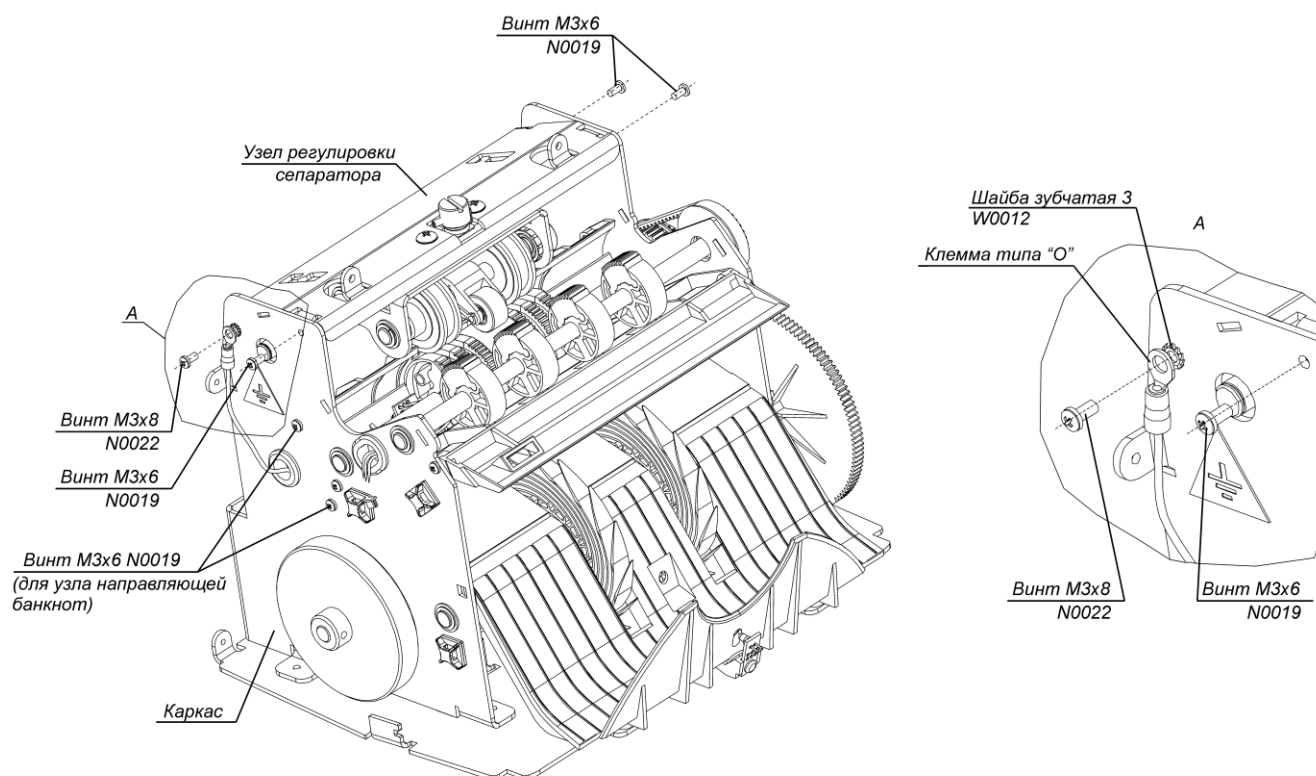

Рис. 9
3. Вывинтите три винта М3х6 N0019 и винт М3х8 N0022, прижимающие узел регулировки сепаратора к каркасу, и извлеките шайбу зубчатую 3 W0012 (рис. 9).
4. Ослабьте винты М3х6 N0019, прижимающие узел направляющей банкнот (рис. 9).